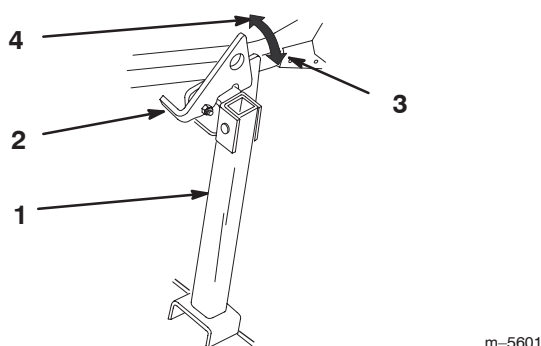

Figure 31
2. Relevez le verrou en position déverrouillée (Fig. 31).